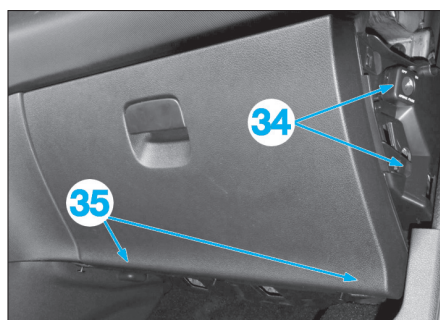

Fig. 19
- Dégrafer la boîte à gants en (34) et (35) (Fig.19).
- Déposer la boîte à gants (32) en tirant vers soi, puis débrancher le connecteur de l'éclairage de boîte à gants.